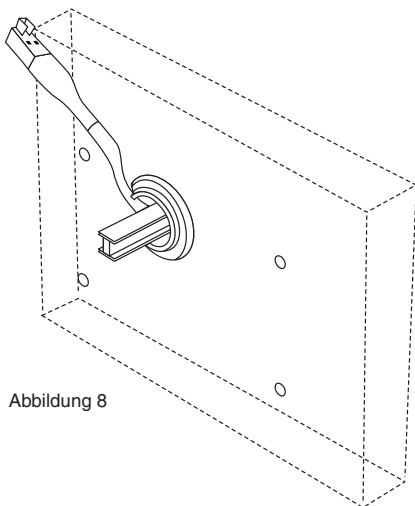

Abbildung 8
2. Installieren Sie die Eingabeeinheit gemäß separater Installationsanleitung (Best.-Nr. 762.128); die Spindel sollte dabei 0.350 Zoll (9 mm) hervorstehen (Abbildung 8).